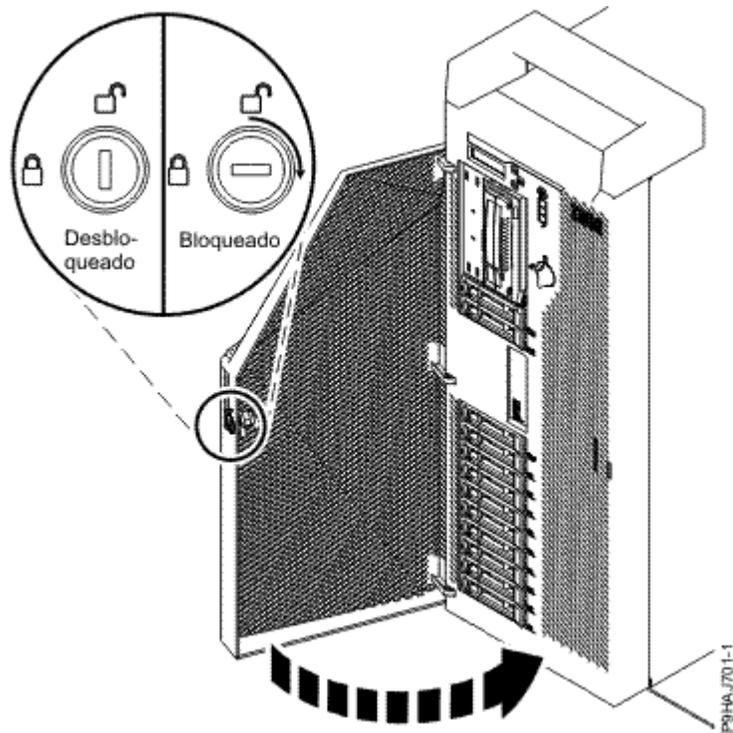

Figura 33. Cierre de la puerta frontal
- e) Cierre la puerta frontal. Inserte la llave de la puerta frontal en la cerradura, como se muestra en la Figura 33 en la página 35. Gire la llave hacia la derecha (en el sentido de las agujas del reloj) para cerrar la puerta. En posición horizontal está cerrada, en posición vertical está abierta.